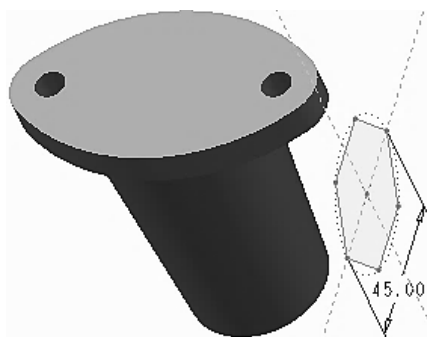
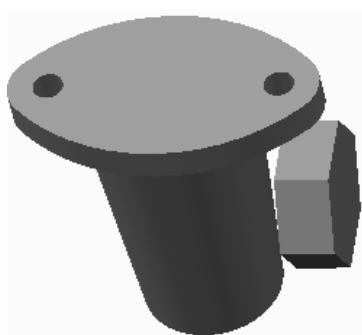

图 6-66 绘制六边形草图
图 6-67 完成拉伸六棱柱特征
(1) 单击【拉伸】按钮，点选 DTM1 为草绘平面，使用【调色板】命令，指定外接圆直径为 45.00，绘制如图 6-66 所示图形，拉伸方向向右，指定厚度为 16.00，单击按钮完成拉伸特征，如图 6-67 所示。